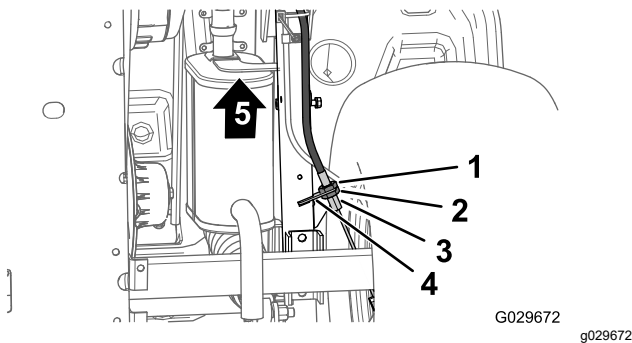

Bild 57
3. Lockern Sie an der Unterseite der Maschine die hintere Klemmmutter für den Gewindeeinsteller des Feststellbremszugs um vier Umdrehungen (Bild 57).
4. Ziehen Sie die vordere Klemmmutter an (Bild 57).
- A. Lockern Sie die vordere Klemmmutter (Bild 57) für den Gewindeeinsteller des Feststellbremszugs um eine Umdrehung.
- B. Ziehen Sie die hintere Klemmmutter an (Bild 57).
- A. Lockern Sie die hintere Klemmmutter (Bild 57) für den Gewindeeinsteller des Feststellbremszugs um eine Umdrehung.
- B. Ziehen Sie die vordere Klemmmutter an (Bild 57).